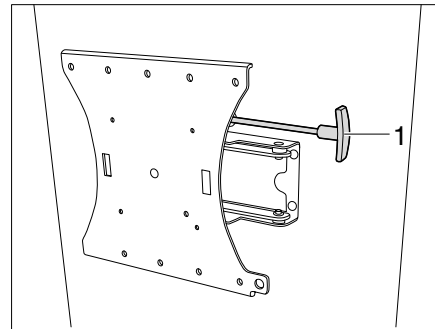

Figure 138 Support à bras articulé (variante 2)
- Tirer sur le levier (Figure 138,1) pour détacher l'écran plat du dispositif de blocage.
- Repousser le levier (Figure 138,1) vers le dispositif de blocage.